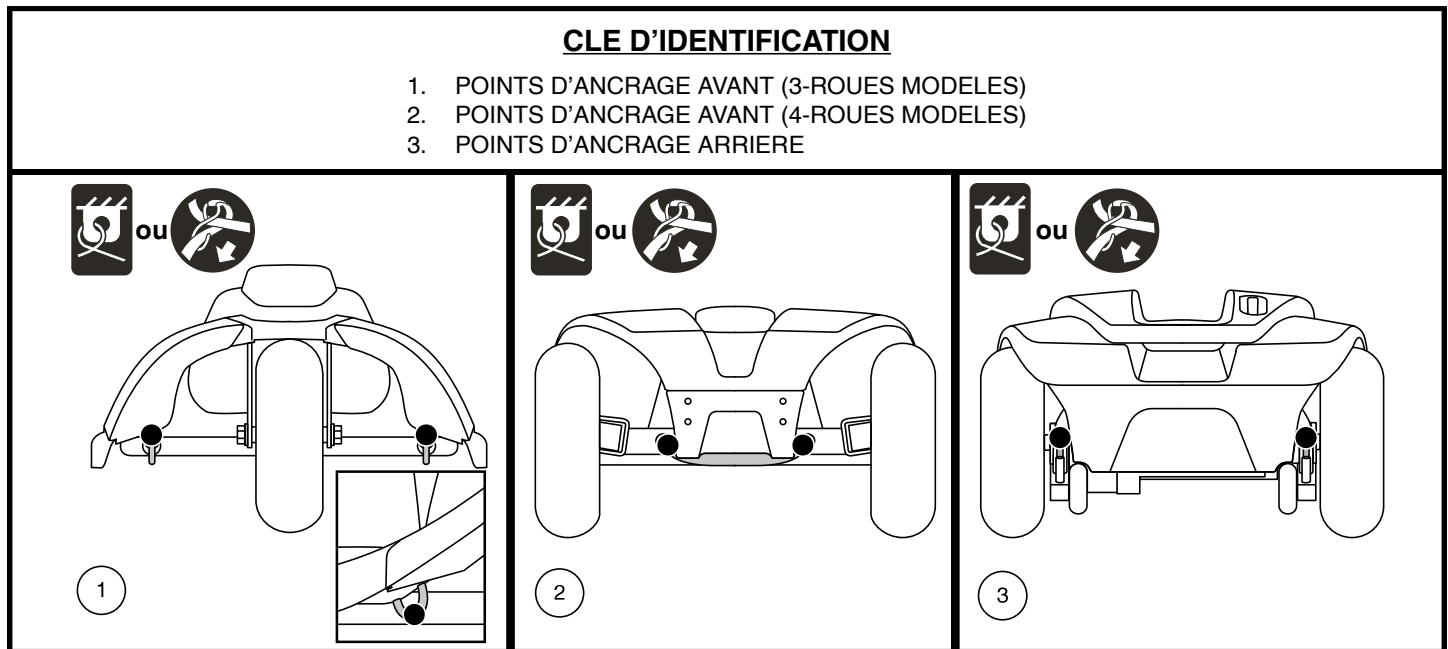

Figure 9. Points d'ancrage (indentifié avec des points noirs)
Le scooter doit toujours être ancrés face à l'avant du véhicule. Fixez les quatre (4) courroies aux points d'ancrage désignés sur le scooter. **Voir la figure 9 et 10.** Serrez-bien les courroies pour retirer le jeu excessif. N'attachez jamais le scooter par ses composants réglables ou mobiles tels que les accoudoirs, capots ou roues. Ces articles devraient être enlevés. Positionnez les points d'ancrage arrière des courroies directement derrière le scooter. Les points d'ancrage avant sont disposés plus loin de chaque coté du scooter afin d'augmenter la stabilité latérale.